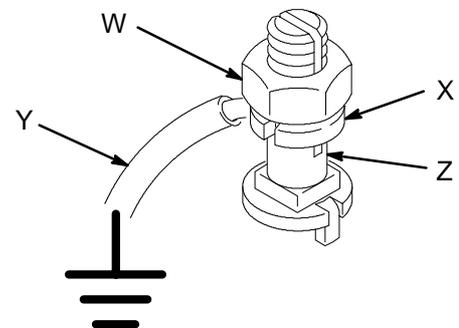

Fig. 2
1. *Bomba:* Use un cable y una abrazadera de conexión a tierra tal como se indica en la Fig. 2. Afloje la tuerca de bloqueo (W) y la arandela (X) de conexión a tierra. Introduzca un extremo de un cable a tierra (Y) de un mínimo de $1,5 \text{ mm}^2$ en la ranura del terminal (Z) y apriete firmemente la tuerca de bloqueo. Conecte el otro extremo del cable a una tierra verdadera. Pida el cable y la abrazadera de conexión a tierra, ref. pieza 237569.